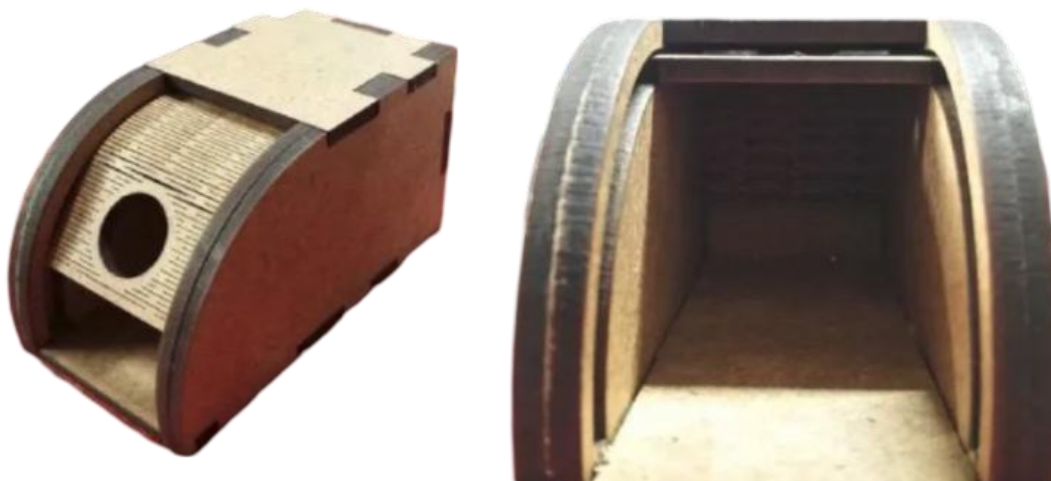

Рисунок 1 – Пример хлебницы
1. По указанным данным, изготовьте изделие. (Рис. 1).